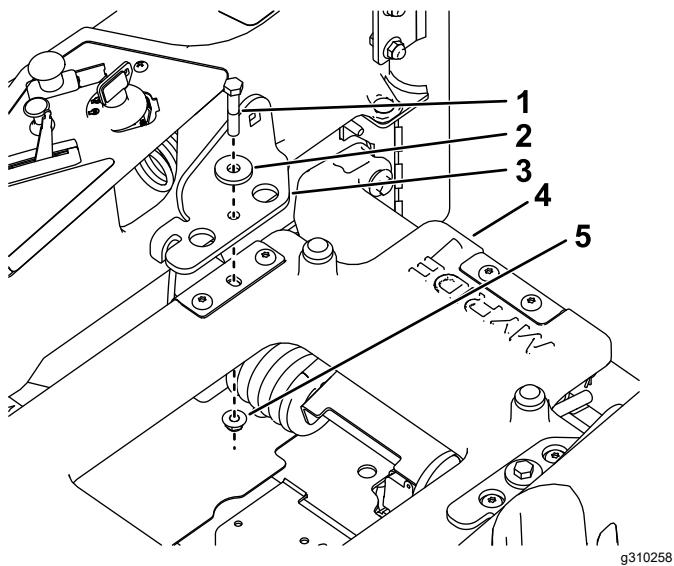

Figure 7
1. Montez les supports de ceinture de sécurité sur la plate-forme du siège à l'aide de 2 boulons à filetage partiel ($\frac{3}{8}$ " x 2"), 2 petites rondelles et 2 contre-écrous ($\frac{3}{8}$ "), comme montré à la Figure 7.